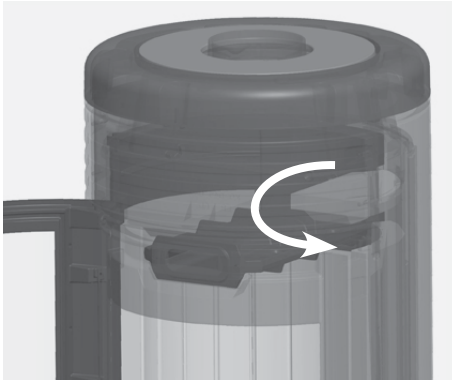

Fig. 4.23 Rotation des briques déflectrices
- Tournez les briques déflectrices à 90° vers le centre de l'appareil (voir Fig. 4.23) et